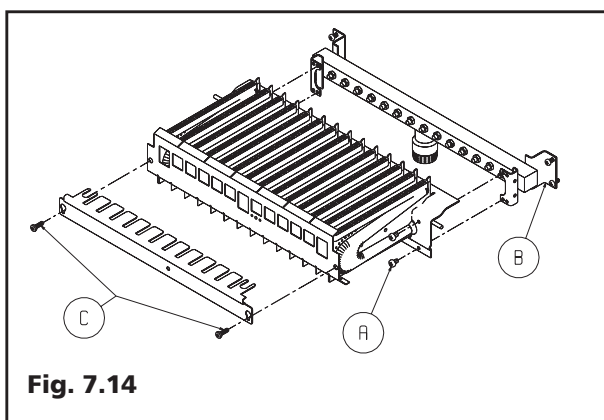

Fig. 7.14
- rimuovere il gruppo bruciatore allentando le viti (A) che lo fissano al collettore gas (fig. 7.14) dopo aver scollegato il termostato bruciatore.